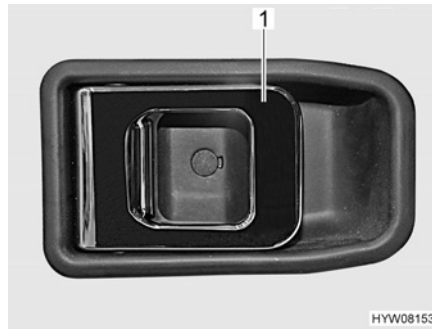

Fig. 19 Serrure de la porte (porte chauffeur, à l'intérieur)
- Tirer sur la poignée (Fig. 19,1). La serrure de la porte est déverrouillée.
- Appuyer sur la poignée (Fig. 19,1) dans sa coquille. La serrure de la porte est verrouillée.